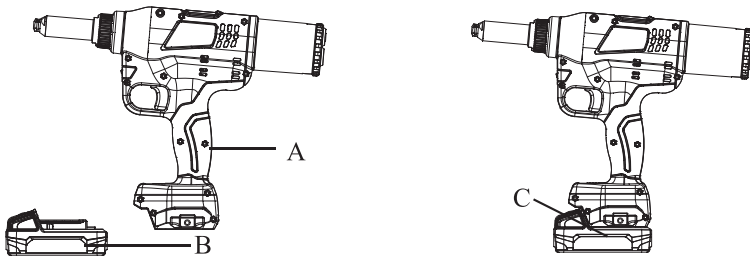

Abb. 4
SO NEHMEN SIE DAS AKKUPACK HERAUS: Lösen Sie die Akkupack-Entriegelungstaste (C) und ziehen Sie das Akkupack (B) aus dem Werkzeug (A) heraus. (siehe Abb. 4)
SO SETZEN SIE DAS AKKUPACK EIN: Drücken Sie das Akkupack (B) so weit in das Werkzeug, bis es einrastet. (siehe Abb. 4)